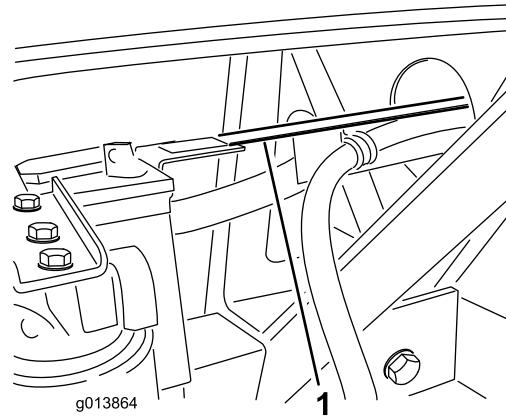

Figure 10
33. Le guide de flexibles doit reposer sur la patte parant du montant vertical du support de la batterie (Figure 10). Si les trous dans le guide de flexibles ne correspondent pas aux trous dans la patte du support de batterie, vous pouvez ajuster la longueur du guide en desserrant les boulons qui le fixent au support du réservoir hydraulique et en le faisant coulisser en avant ou en arrière selon le cas.
34. Fixez le guide de flexibles à la patte du support de batterie avec (2) boulons $1/4 \times 3/4"$ et contre-écrous à embase (Figure 10).